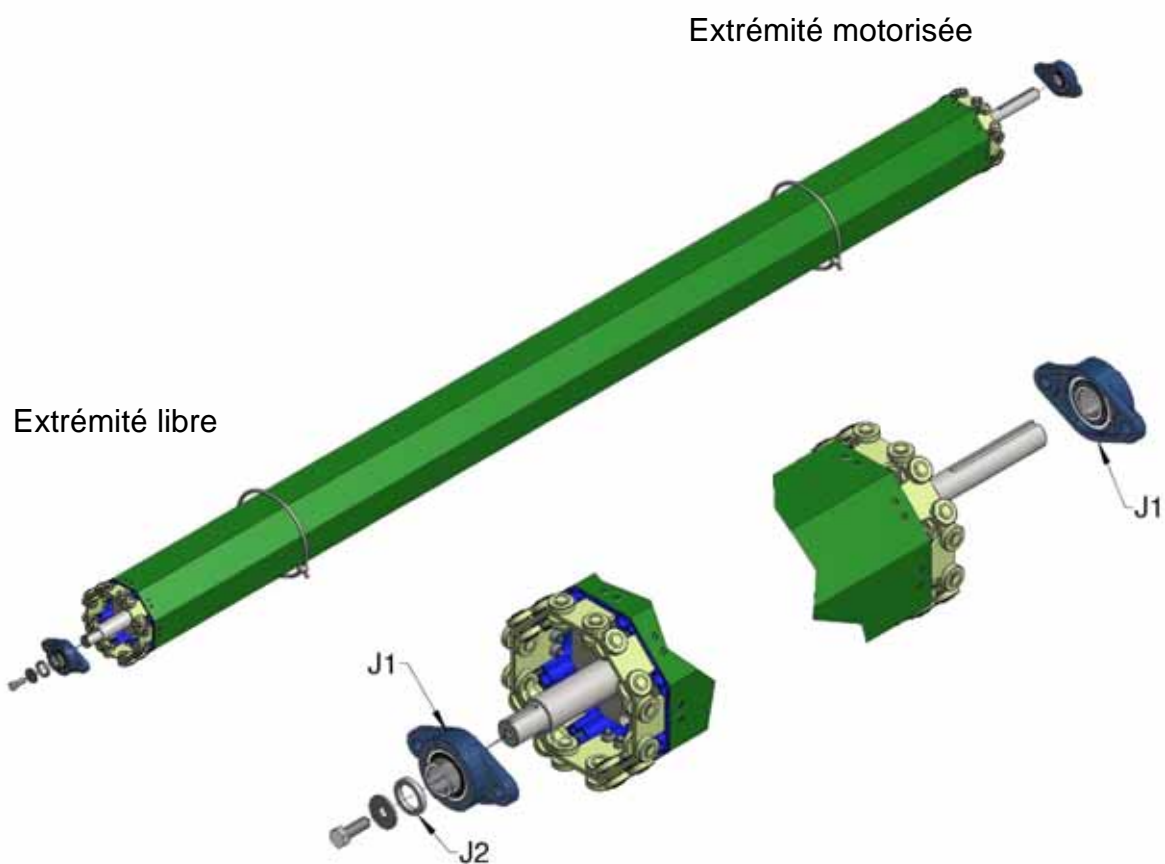

Figure 11a : Ensemble rouleau – entraînement direct
3b. Si la porte vous a été livrée avec un rouleau préassemblé, fixez les paliers aux arbres comme indiqué en Figure 11a ou 11b, puis installez les supports supérieurs comme indiqué en Figure 5b (les dimensions sont prises de l'intérieur des supports supérieurs ; assurez-vous que l'arbre est entièrement engagé dans le tube supérieur). Continuez à partir de la section 12.
**Entraînement direct** - Fixez les paliers (J1) à chacun des arbres avec l'entretoise de 40 mm x 6 mm (J2), une rondelle M12x35 et un boulon M12x35 (**ce boulon doit être fixé avec de l'adhésif frein-filet**), comme indiqué en Figure 11a. Fixez le palier à l'arbre à l'aide d'une clé hexagonale de 3 mm.